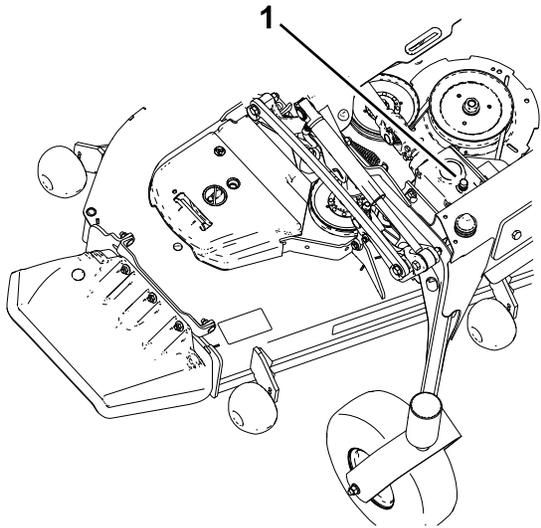

Figura 51
5. Rimuovete l'asta di livello/tappo di riempimento dalla parte superiore della scatola ingranaggi e assicuratevi che il lubrificante sia compreso tra i segni sull'asta di livello. (Figura 51)